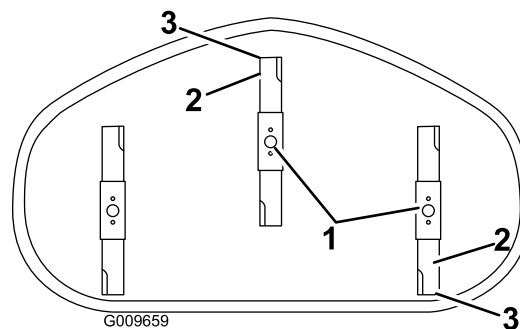

Figure 56
4. Faites pivoter les lames avec précaution pour faire passer les pointes avant à l'arrière (Figure 56).
5. Mesurez la distance entre la pointe de la lame avant et la pointe de la lame arrière par rapport à la surface plane (Figure 56). Si la pointe avant de la lame n'est pas de 1,6 à 7,9 mm (1/16 à 5/16 po) plus basse que la pointe arrière, réglez le contre-écrou avant.
8. Une fois le réglage effectué, vérifiez à nouveau l'inclinaison avant/arrière des lames. Poursuivez le réglage de l'écrou jusqu'à ce que la pointe avant de lame soit de 1,6 à 7,9 mm (1/16 à 5/16 po) plus bas que la pointe arrière (Figure 56).